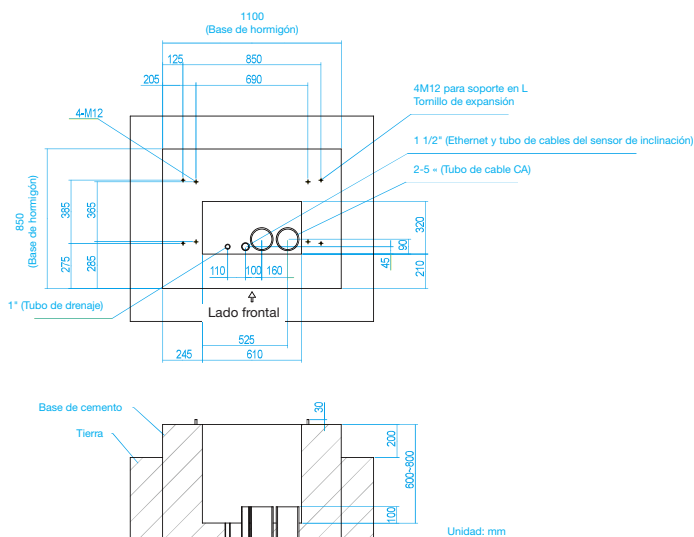
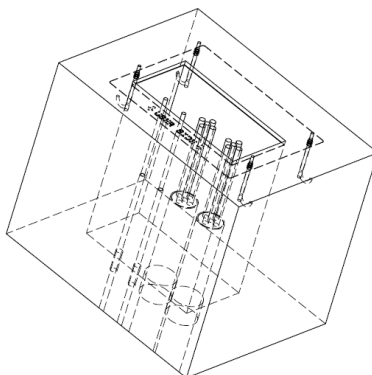

Figura 12. Dimensiones de la instalación
Figura 13
Véase la figura 12 y la figura 13.
5) Método de fijación 1: Instale cuatro varillas roscadas M12 con una longitud de 30 mm (1,18 pulgadas) de diámetro según la figura 12 y la figura 13. Las varillas roscadas deben instalarse dentro de la siguiente tolerancia de los alvéolos de los tornillos en el EVSE:
NOTA Se recomienda crear o utilizar una placa de perforación metálica, según la figura 12, para asegurarse de que la colocación de las varillas roscadas y los alvéolos estén en la posición correcta.
7) Extienda los cables de entrada de CA trifásicos de 8 hilos desde el tubo en la base de hormigón. Véase la figura 13.